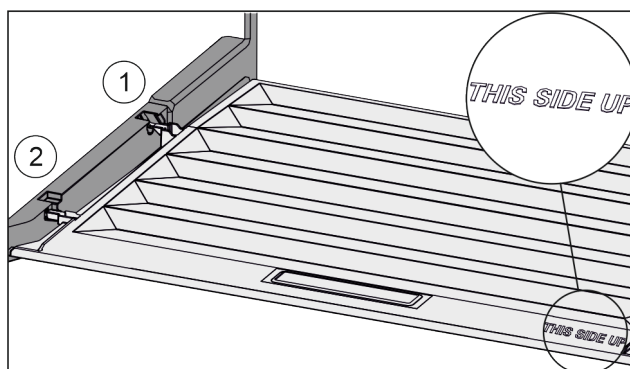

Fig. 29
- Inserire le nervature del coperchio attraverso l'apertura del supporto posteriore Fig. 29 (1) e innestare anteriormente nel supporto Fig. 29 (2).